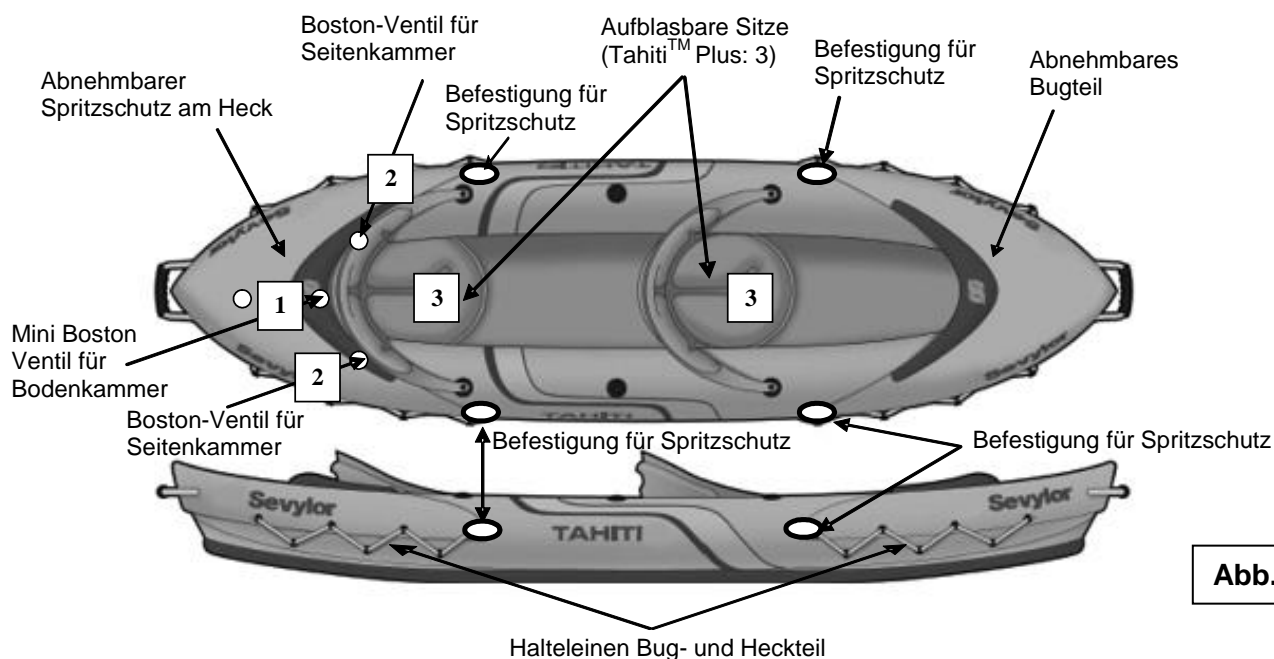

Abb. 1
3. Pumpen Sie das Boot in der Reihenfolge auf, wie auf dem Typenschild aufgedruckt (siehe auch Abbildung 1 – Nummerierung der Ventile).